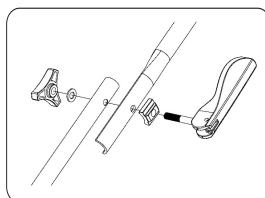

Рис. 12
3. Соедините нижнюю и верхнюю ручки и зафиксируйте быстрый зажим (Рис. 12).